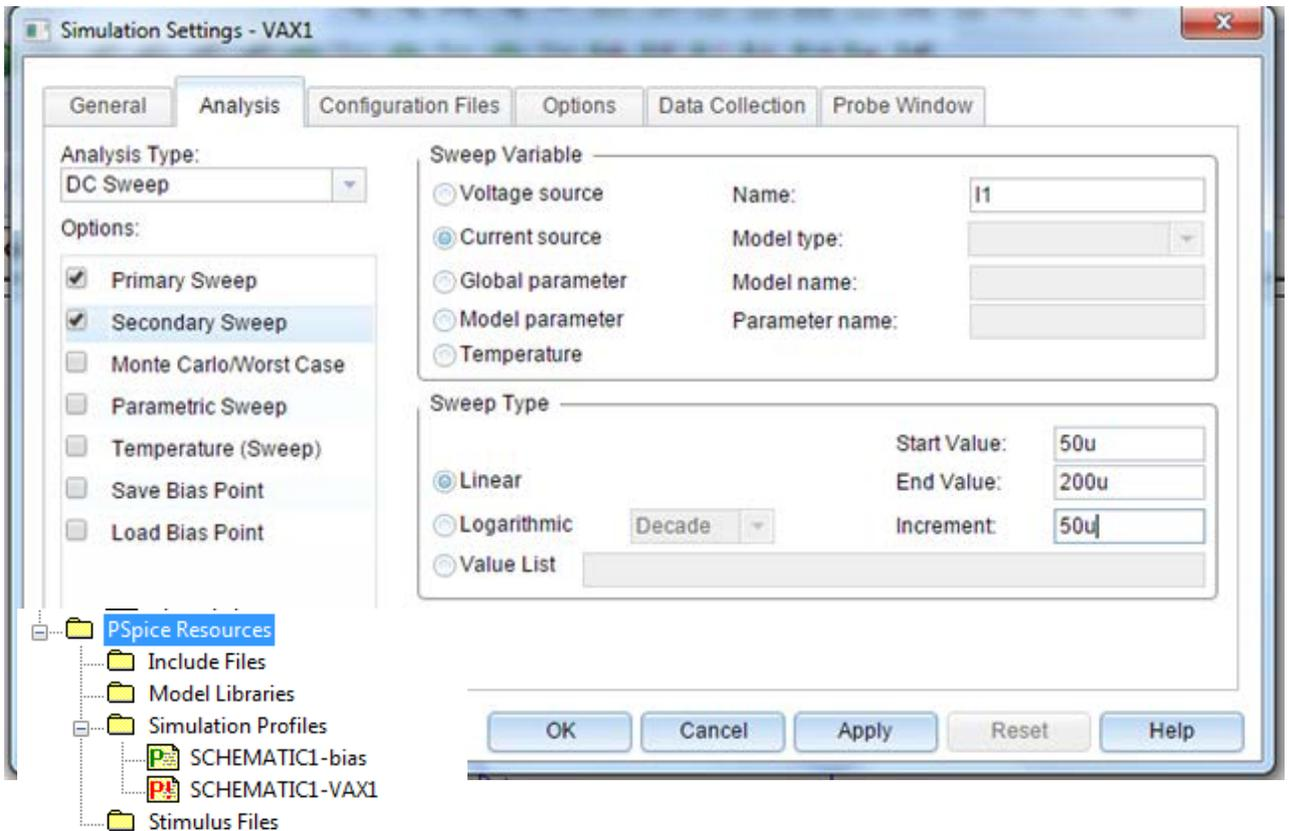

Рис. 1.58. Установка вторичной развертки по току базы
5. Устанавливаем вторичную развертку по току базы I_1 от 50 мкА до 200 мкА с шагом 50 мкА и устанавливаем в менеджере проектов активный профиль моделирования VAX1 (рис. 1.58).